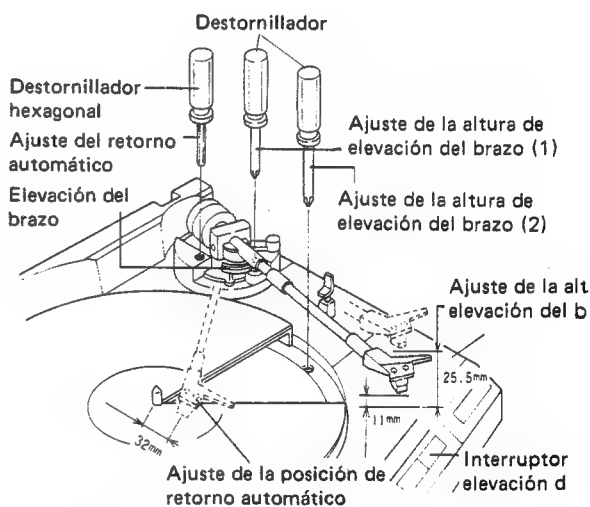

Fig. 11-5 Ajuste de la altura de elevación del brazo y la posición de retorno automático
5. Dejar de girar el tornillo de ajuste en el punto en el que haya un espacio de 32mm entre la aguja de la cápsula y el eje central. (Fig. 11-5)